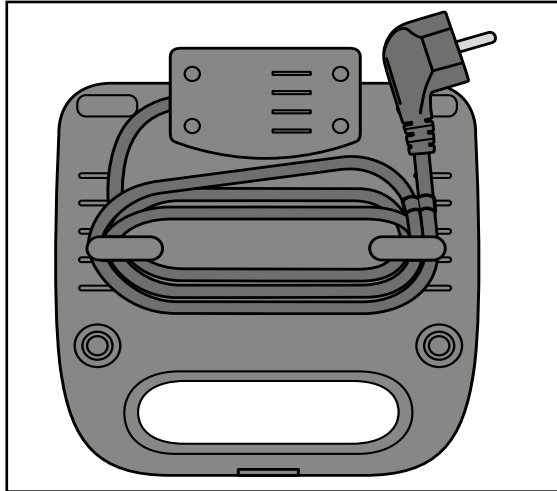

Abb. 1
- Wickeln Sie das Kabel um die Kabelhalterungen der Kabelaufwicklung 18 an der Rückseite des Gerätes. Fixieren Sie das Kabel mit dem Kabelclip (siehe Abb. 1):